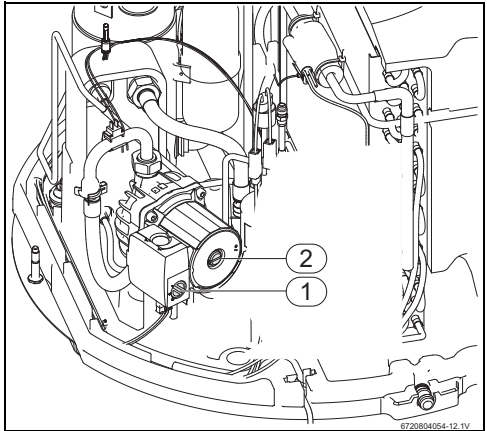

Fig. 13 Pompe de chauffage
- ▶ Régler le sélecteur de la pompe de chauffage (fig. 13, [1]) sur « III ».
- ▶ Ouvrir la vis de purge de la pompe de chauffage (fig. 13, [2]) jusqu'à ce que l'eau coule régulièrement et sans bulles d'air.